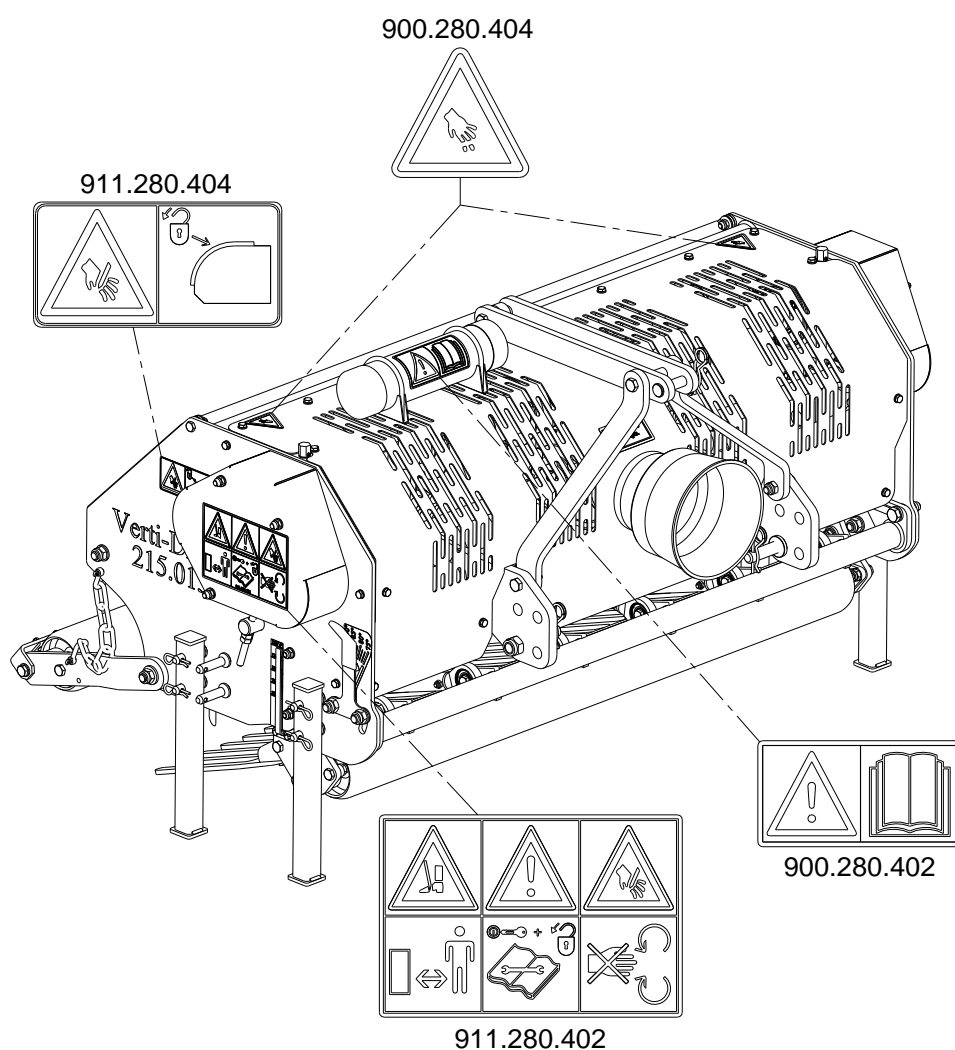

Fig. 7
(7) Colocação dos adesivos de protecção. (Fig. 7)